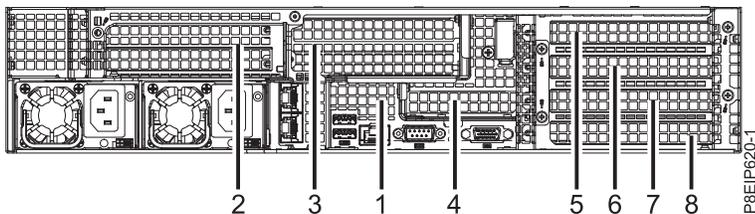

Figura 48. Posições do adaptador PCIe 8001-22C
2. Um adaptador pode compartilhar um riser PCIe com outros adaptadores. Consulte a Figura 48.